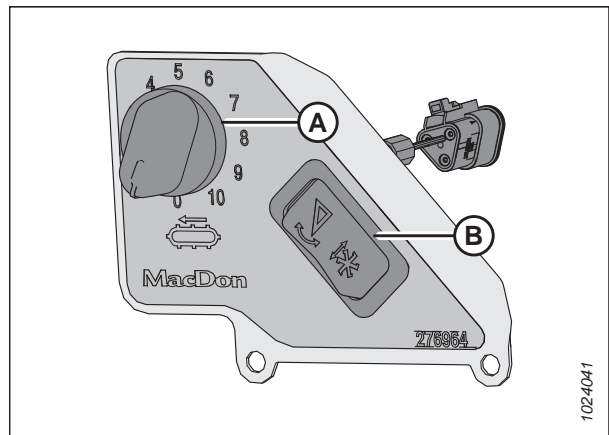

Figura 3.185: Comando della velocità dei tappeti laterali in cabina
Interruttore (B) in Figura 3.185, pagina 170 consente all'operatore di alternare tra i comandi di inclinazione della testata e i comandi longitudinali dell'aspo. Per istruzioni sui comandi, consultare il Regolazione dell'angolo della testata dalla mietitrebbia, pagina 165.